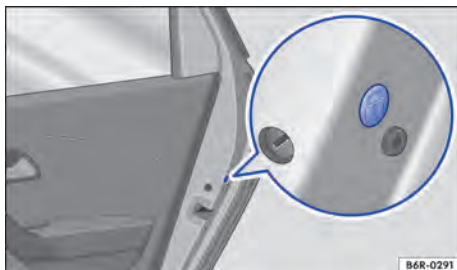

Fig. 62 Na porta traseira: travamento de emergência, coberto por uma vedação de borracha.
- Remover a vedação de borracha **Ⓜ** na lateral da porta → Fig. 62.